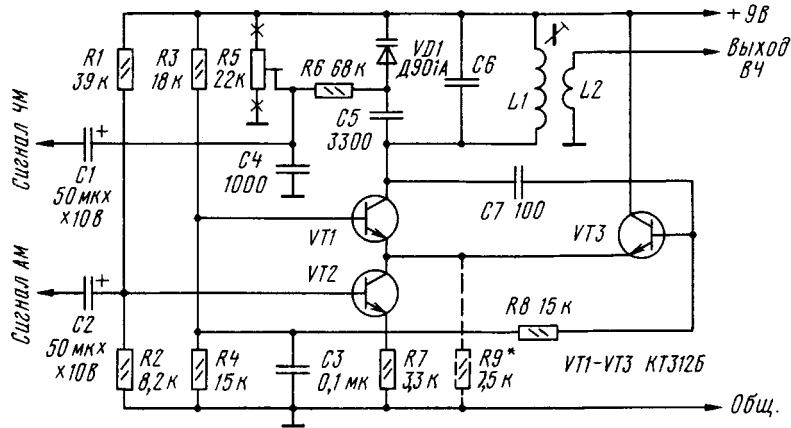

рис.4
**Схема несложного модулируемого ВЧ генератора** описана в статье Д.Атаева ("Радио", 12/99). В схеме рис.4 частотная модуляция осуществляется в LC-контуре с варикапом VD1, C5, C6, L1, а амплитудная — линейным управлением тока транзистора VT2 и соответственно транзисторов VT1 и VT3 генератора. В генераторе можно применить